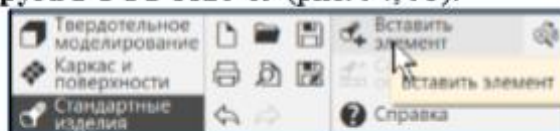

Рис. 94
6) Откройте диалоговое окно **Библиотека стандартных изделий – Канавки для выхода шлифовального круга ГОСТ 8820-69** (рис. 94, 95).